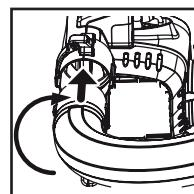

Fig. 08
- Se posicione de frente para o equipamento, segure a extremidade chaveada do tubo cotovelo com a mão esquerda e a extremidade alargada com a mão direita. Alinhe as abas da trava da extremidade chaveada com as abas da trava na saída do soprador. (Fig. 08)